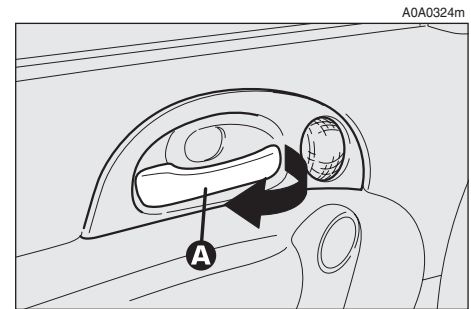

fig. 13
- To open the door pull the handle (**A-fig. 13**).